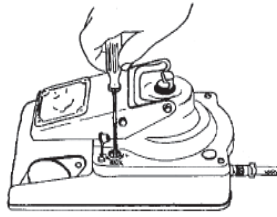

図3
- 3) 調節ねじのスロット (溝) にドライバーを差し込んでください。速度を早くするには＋方向に、遅くするには－方向に回してください。ポンプのストローク数を1分間、カウントし、速度を調節してください (図3)。